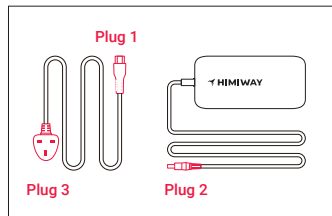

Abbildung 1
Schritt 2: Montieren Sie das Ladegerät wie in Abbildung 1 gezeigt, indem Sie den Stecker (Stecker 1) in den Transformator stecken.